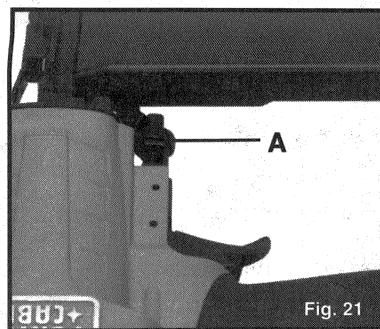

Fig. 21
La profondeur à laquelle un élément de fixation peut être enfoncé est contrôlé par un bouton d'ajustement de profondeur (A) Fig. 21. La profondeur de pénétration est ajustée à une valeur nominale à l'usine. Déchargez un élément de fixation afin de déterminer la profondeur à laquelle l'outil est ajusté. Si vous désirez changer la profondeur, faites tourner le bouton d'ajustement (A) Fig. 21: le bouton d'ajustement a des cliquets pour chaque tour. Faites tourner le bouton dans le sens des aiguilles d'une montre (voir Fig. 21) pour augmenter la profondeur de pénétration. Faites tourner le bouton dans le sens contraire des aiguilles d'une montre pour réduire la profondeur de pénétration. Déchargez un autre élément de fixation afin de déterminer la nouvelle profondeur à laquelle l'outil est ajusté. Répétez autant de fois que cela s'avérera nécessaire.